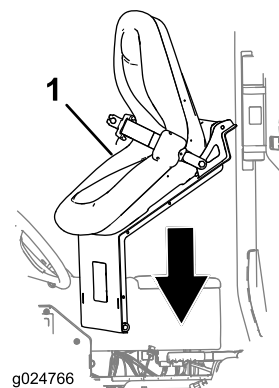

Figura 62
2. Alinhe o banco e o painel do banco com os furos na estrutura da máquina de onde foi retirado o banco (Figura 62).